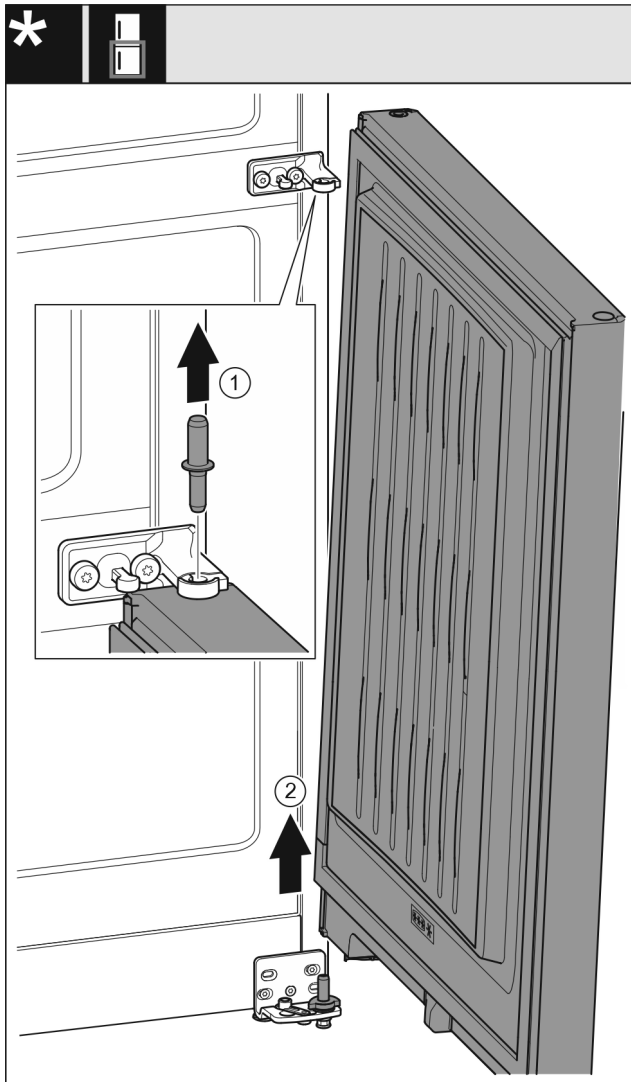

Fig. 8
- ▶ Sortir le boulon par le haut. Fig. 8 (1)
- ▶ Faire pivoter la porte vers l'extérieur, la tirer vers le haut et la mettre de côté. Fig. 8 (2)